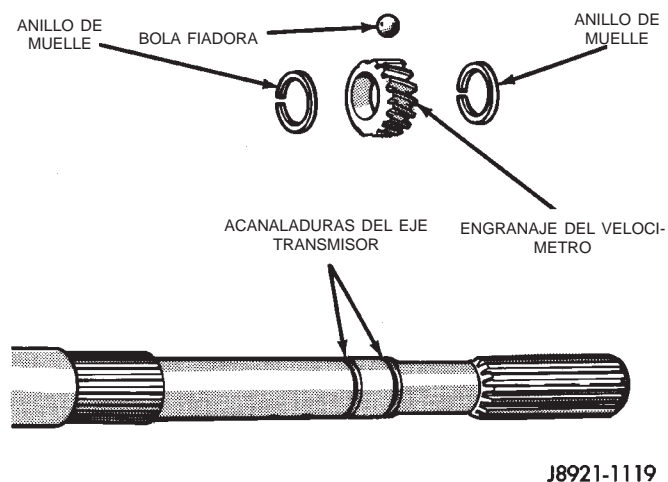

Fig. 37 Conjunto del engranaje propulsor del velocímetro
- (7) En las transmisiones de 4x2:
- (a) Instale el anillo de muelle de posición del engranaje propulsor del velocímetro (Fig. 37).